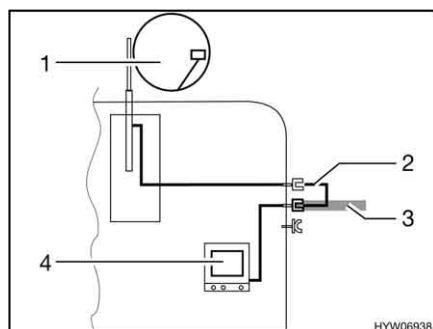

Fig. 65 TV nel veicolo
- TV nel veicolo (Fig. 65,4): Collegamento all'antenna del tetto (Fig. 65,1) con cavo di collegamento (Fig. 65,2)
- TV nel veicolo (Fig. 65,4): Collegamento a antenna esterna (Fig. 65,3)